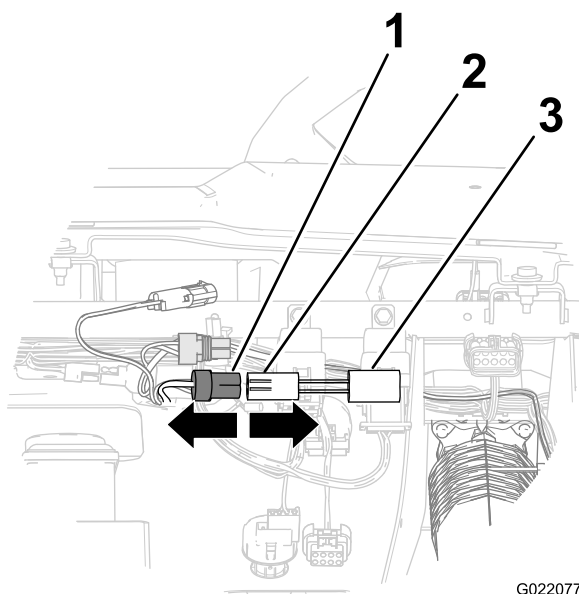

Figura 13
- B. Rimuovete il connettore a 2 pin del cablaggio della macchina dal connettore del timer di ritardo (Figura 13).